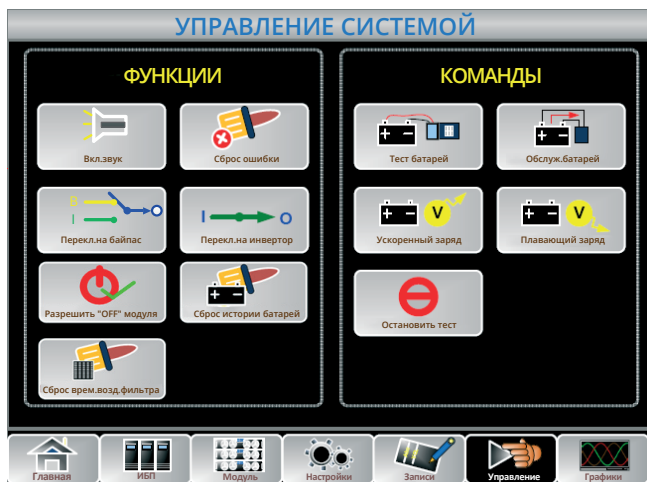

Рис. 5-3: Техническое обслуживание аккумулятора
1. Ручной тест разряда АКБ. Войдите в меню «Operate», изображенное на Рис. 5-3, и коснитесь значка «Battery Maintenance» , система переключится в режим работы от батареи для разряда. Процесс разрядки прекратится, когда уровень заряда батарей достигнет 20 % или напряжение АКБ достигнет нижнего допустимого предела (1,1*EOD). Пользователь может остановить тестирование, коснувшись значка «Stop Test» .